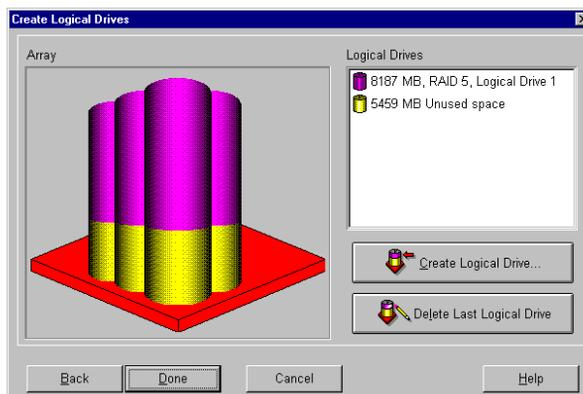

Abbildung 7-20: Erweiterungsassistent – Der Bildschirm „Create Logical Drives“ (Logische Laufwerke erstellen)
5. Klicken Sie unten auf dem Bildschirm auf **Next** (Weiter). Der in Abbildung 7-20 gezeigte Bildschirm wird angezeigt.